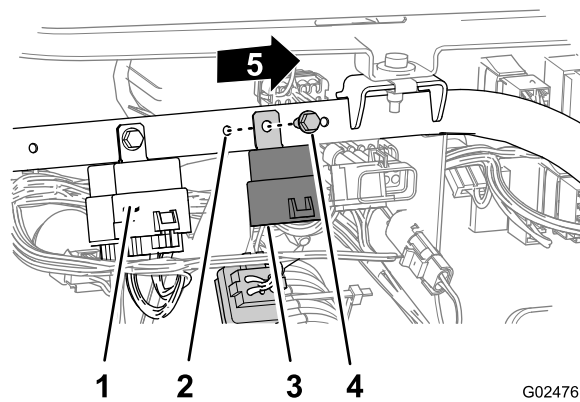

Figura 37
1. Alinhe o furo do relé do diferencial dianteiro com o furo no tubo de suporte do painel de instrumentos que está no exterior do relé existente da máquina (Figura 37).
2. Prenda o relé à máquina (Figura 37) com o parafuso de cabeça de anilha sextavada (1/4 x 5/8 pol.).